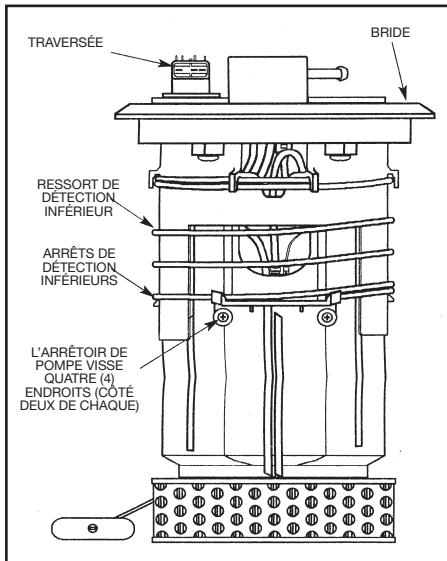

fig. 1
- 1) Débranchez la fiche électrique de la pompe à carburant de la partie inférieure du répartiteur de câblage à l'intérieur de l'unité de réservoir. Appuyez sur le déblocage du verrouillage et faites glisser le connecteur vers le bas hors du répartiteur (*Voir fig. 1*).
- 2) Débranchez le tuyau de refoulement de la pompe à carburant en bas de la bride de l'unité de réservoir (*Voir fig. 1*).
- 3) Comprimez le ressort de détection du fond vers le haut de l'unité de réservoir. Cela dégagera de l'espace pour retirer l'assemblage de la bride. Poussez attentivement les deux (2) rails coulissants de la bride sur les butées de détection du fond et faites glisser l'assemblage de la bride hors de la partie inférieure de l'unité de réservoir (*Voir fig. 1*).
- 4) Retirez les quatre (4) vis de retenue de la partie inférieure de l'unité de réservoir (*Voir fig. 1*).
- 5) Retirez les deux (2) fils électriques de la pompe à carburant.
- 8) Retirez le filtre extérieur du fond de l'unité de réservoir en pliant les deux (2) languettes de blocage en métal hors des doigts de blocage en plastique. Poussez attentivement le filtre hors de l'unité de réservoir.
- 13) Rebranchez le connecteur électrique au répartiteur de câblage en bas de la bride (*Voir fig. 1*).